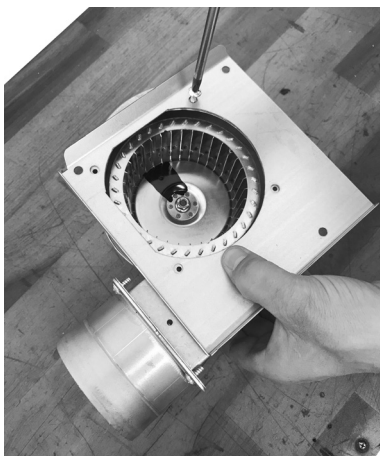

Fig. 43 - Fije la tapa
- Fije la tapa del cárter al ventilador como en **Fig. 43**.